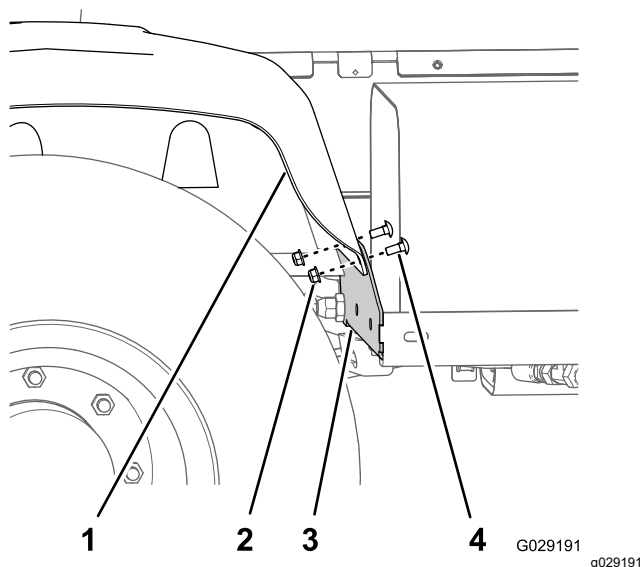

Figura 4
1. Rimuovete i 2 bulloni a testa tonda e i 2 dadi di bloccaggio flangiati che fissano il parafrangente posteriore destro alla staffa del parafrangente anteriore (Figura 4)